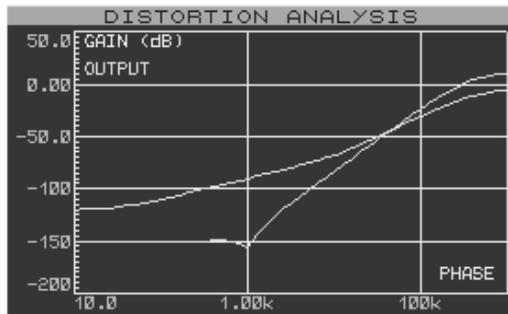

图 1-4 741 放大电路的失真分析
- 失真分析：用于确定由测试电路所引起的电平失真的程度，失真分析图表用于显示随频率变化的二次和三次谐波失真电平。741 放大电路的失真分析如图 1-4 所示。